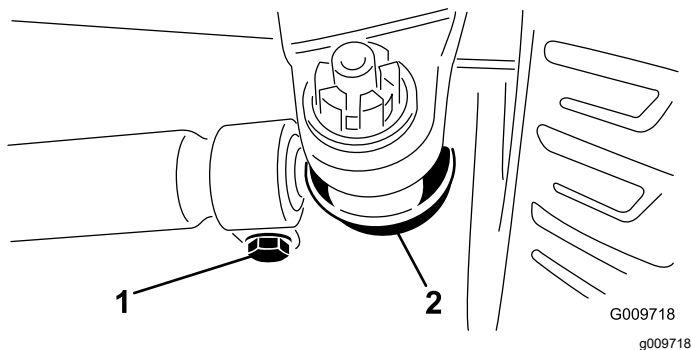

Bild 69
3. Lockern Sie die Klemmen an beiden Enden der Spurstangen (Bild 69).